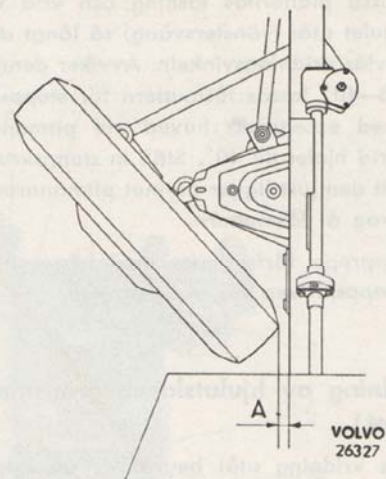

Bild 9. Inställning av hjulutslag.
1. Vrid vänstra hjulet utåt (vänstersväng) så långt det går. Kontrollera att avståndet mellan däck och krängningshämmare (mått A, bild 9) är 10–15 mm. Vid annat värde lossas låsmuttern för mellanarmens stoppskrav varefter denna vrides tills rätt värde erhålles. Lås därefter stoppskraven.
Hjulens vridning utåt begränsas av stoppskravar vid pitmanarm och mellanarm (bild 9).